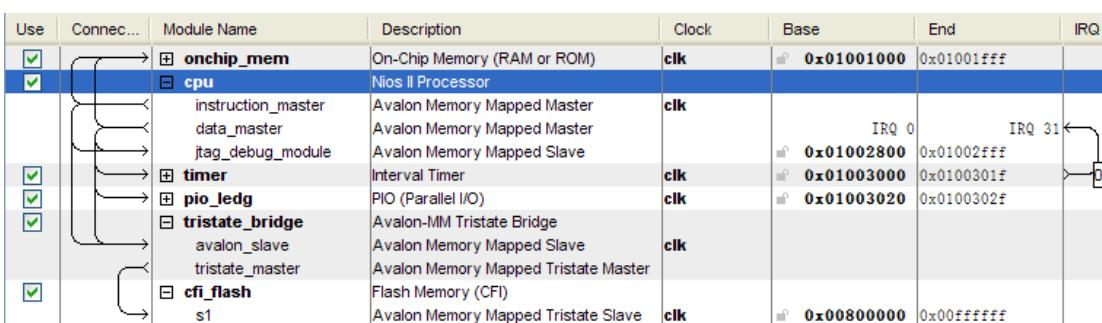

图 9-6 完成的 SOPC 工程
10. 选择菜单栏上 System -> Auto-Assign Base Addresses 重新分配基址，去除基址错误，如图 9-6。